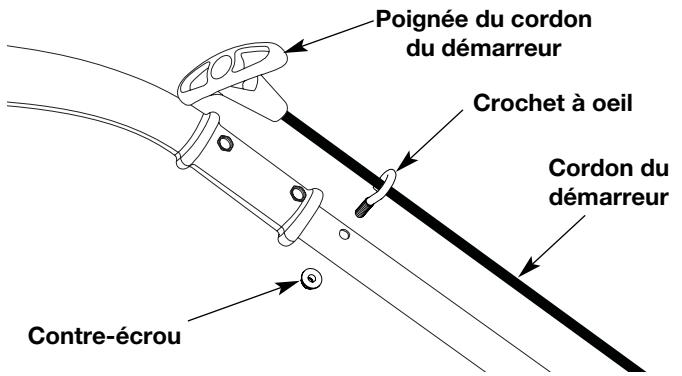

Fig. 3
9. Tirer sur le cordon du démarreur et le faire passer dans le crochet à ?il (Fig. 3).
10. Insérer le crochet à ?il dans le trou restant situé sur le manche droit en métal (Fig. 3).
11. Visser l'écrou sur le crochet à ?il (Fig. 3) à l'aide d'une clef de 7/16". **NE PAS SERRER TROP FORT.**